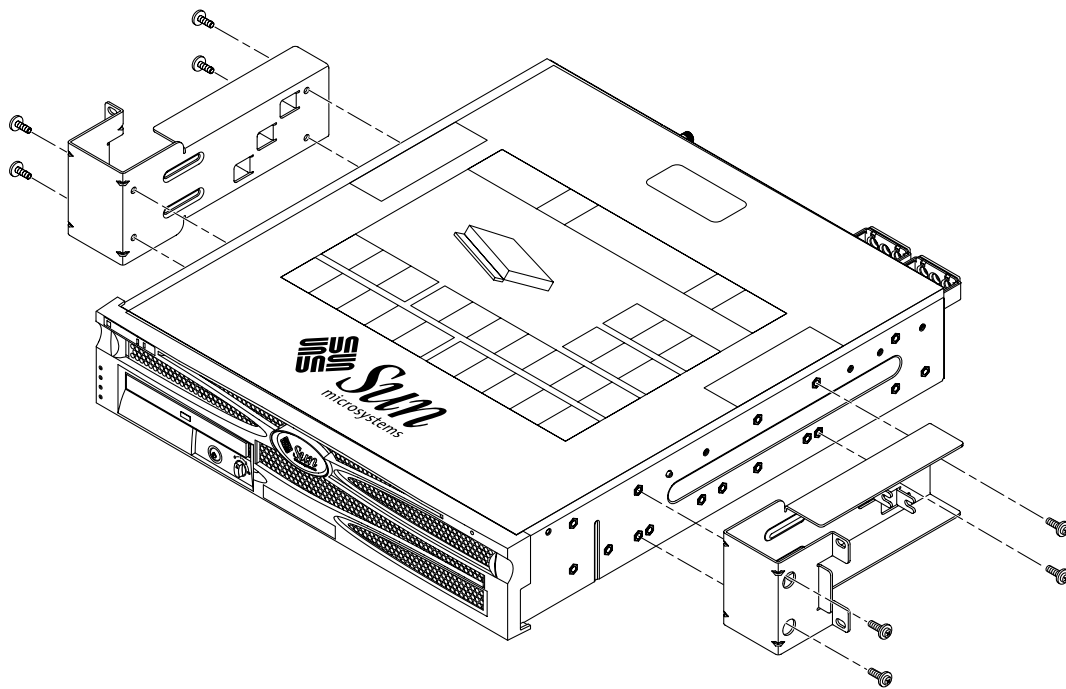

FIGURA 3-24 Fijación de los soportes laterales al lateral del servidor
2. Mediante ocho de los tornillos SEM M5 x 10 (cuatro tornillos por cada soporte lateral), fije los soportes laterales a los lados del servidor (FIGURA 3-24).